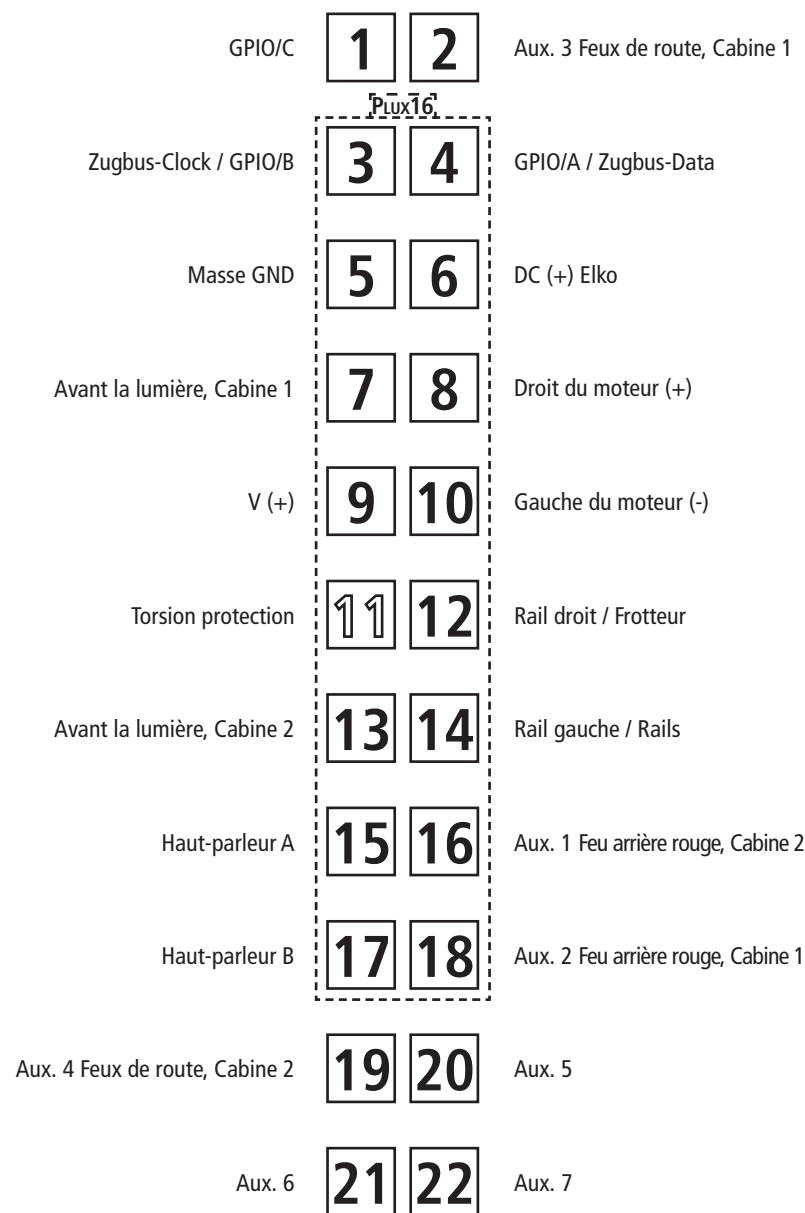

Fig. 6
**1. Nettoyage des lames de courant aux roues:** Les lames de contacts risquent de s'encrasser rapidement sur des voies poussiéreuses. Veuillez **enlever la poussière** aux endroits marqués à la fig. 6 à l'aide d'un petit pinceau souple.